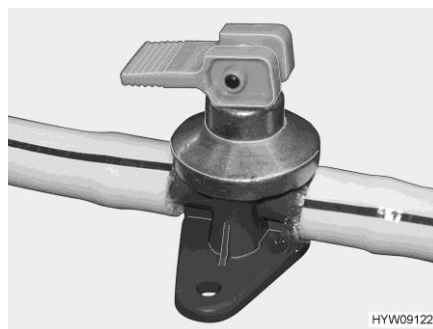
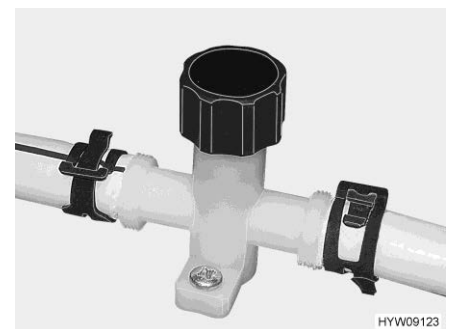

Bild 140 Ablasshahn mit Kipphebel
Bild 141 Ablasshahn mit Drehknopf
- Alle Ablasshähne (Bild 140 bzw. Bild 141) schließen.